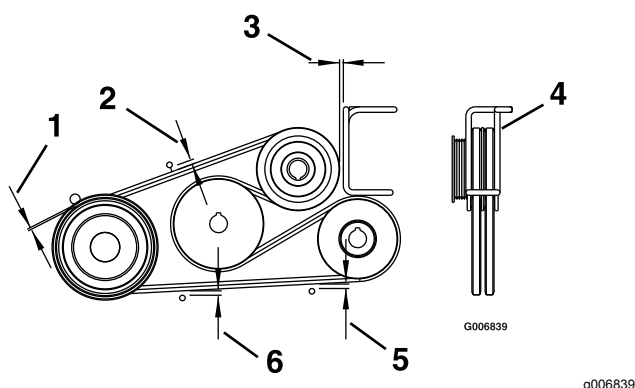

Figura 59
4. Ajuste las guías de las correas según lo indicado en Figura 59.